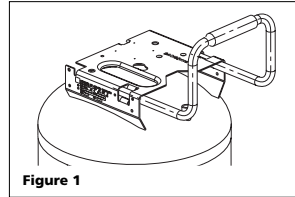

Figure 1
- Introduire le manche à travers le couvercle de protection et dans la plaque de base tel qu'indiqué sur la Figure 1. Le manche doit s'ajuster dans les ouvertures spéciaux de la plaque de base.